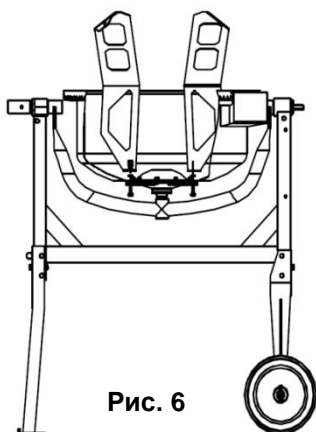

Рис. 6
- Установите лопасти в нижний барабан бетономешалки, закрепив их положение в нижней части болтами M8x16 (См. Рис.6).